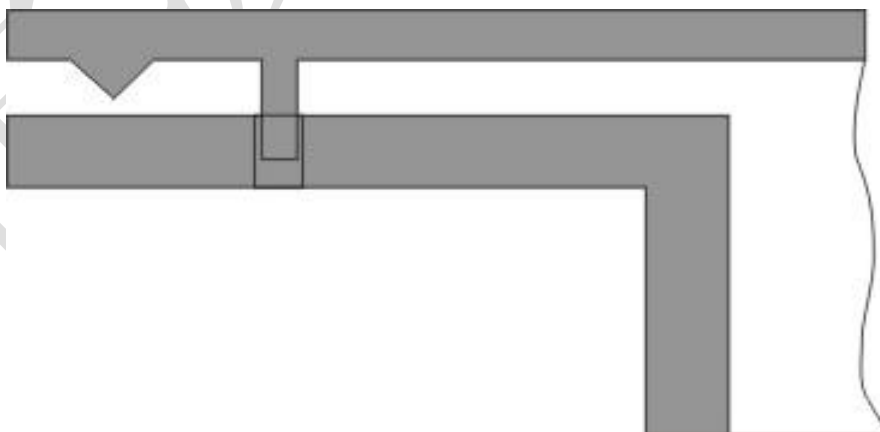

图 9
**插销定位：**图 9 所示为基本的插销定位方式，插销定位中应保证插销件的强度，防止超声波震断。